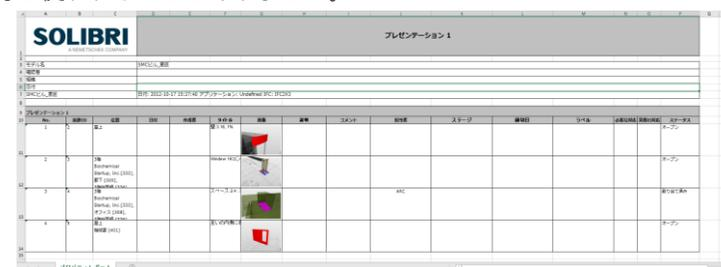

図 74. 調整レポート
8) レポートが書き出され、完了後、自動的にレポートが開かれます。(図 74 を参照)